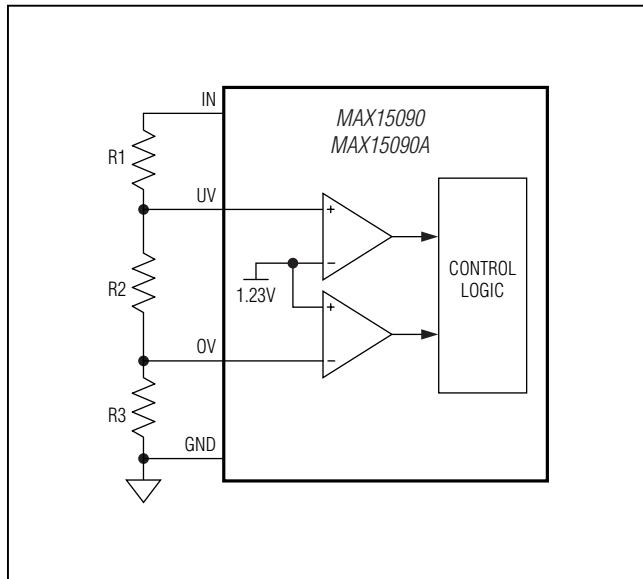

图1. 欠压/过压门限设置
1.23V)时，器件打开输出；VUV下降至(1.23V - VUV\_HYS)以下或VOV上升至1.23V以上时，器件关闭输出。通过连接在IN、UV和OV之间的外部电阻分压器，可将欠压/过压锁定门限灵活地设置为VUVLO至18V之间的任意值。请参见图1以及设置欠压门限和设置过压门限部分。
当 $\text{V}_{\text{CC}} < 2.5\text{V}$ 或 $\text{V}_{\text{UV}} < \text{V}_{\text{UV\_TH}}$ 时，内部MOSFET保持关闭。欠压锁定门限可通过IN至UV、OV和GND之间的电阻分压器(图1)设置。当 $\text{V}_{\text{CC}}$ 大于2.7V且 $\text{V}_{\text{UV}}$ 超过1.23V (典型值)时，内部MOSFET导通，进入常规工作状态。使用以下公式计算电阻值，以设置所需的欠压门限：
过压锁定门限可通过IN至UV、OV和GND之间的电阻分压器(图1)设置。使用以下公式计算电阻值，以设置所需的过压门限：